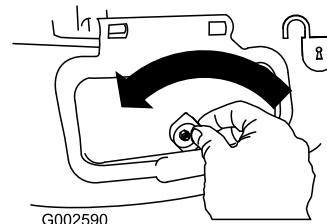

Figura 34
1. Sbloccate lo sportello di scarico laterale (Figura 34).